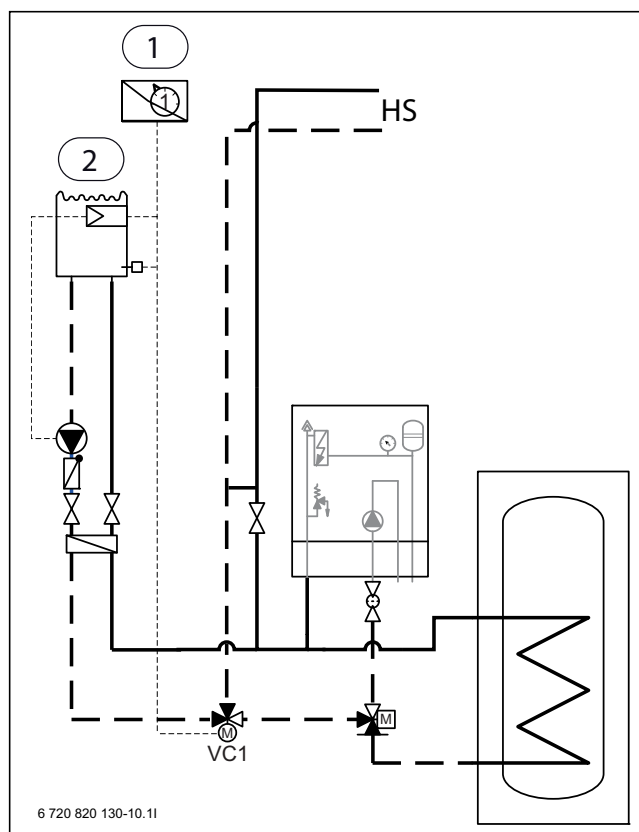

Fig. 66 Exemple d'installation de piscine
- ▶ Monter le mélangeur de piscine sur le retour vers l'unité intérieure (→ [VC1] fig. 66).